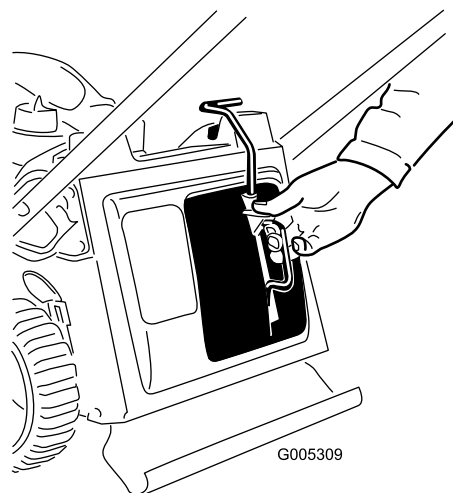

Figura 30
3. Introduzca el tapón de mulching (Figura 30).